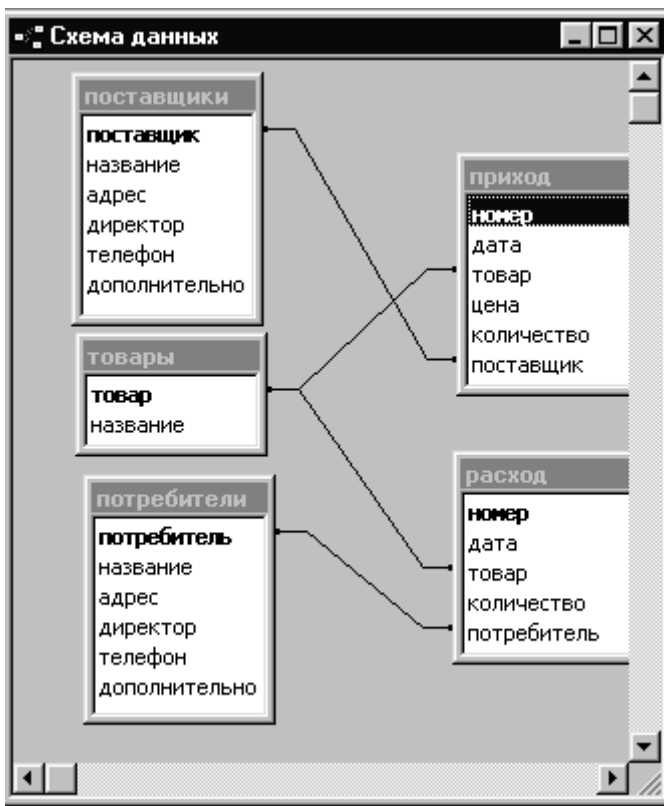

Рис. 62. Окно схемы данных
5.6. Связи между таблицами. В рассмотренных выше примерах при вводе товаров, поставщиков и потребителей мы видим на экране их названия, хотя теперь знаем, что физически таблица хранит только коды. Такое удобство создал нам мастер подстановок. Одна из таблиц играет роль справочника по кодам, хранящимся в другой таблице. Таким образом, между таблицами можно установить связи. Виды связей в этом разделе мы разбирать не будем. Однако заметим, что связи между таблицами всегда устанавливаются по определенным полям. Для того, чтобы получить схему связей между таблицами, надо в строке горизонтального меню выбрать пункт *Сервис* → *Схема данных*. Если в появившемся окне «Схема данных» (рис. 62) интересующая Вас связь отсутствует, то можете щелкнуть правой клавишей мыши и в развернувшемся окне выбрать пункт «Отобразить все».